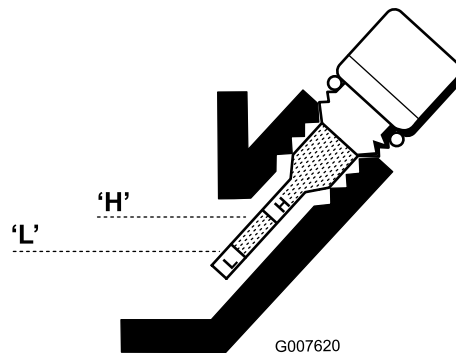

Figure 23
3. Essuyez la jauge sur un chiffon propre et remettez-la dans l'orifice de remplissage. Ne la revissez pas dans l'orifice de remplissage. Ressortez-la jauge et vérifiez le niveau d'huile. Si le niveau est bas, ajoutez suffisamment d'huile pour le faire monter entre les repères H et L sur la jauge (Figure 23). Vérifiez de nouveau le niveau d'huile. Ne remplissez pas excessivement.